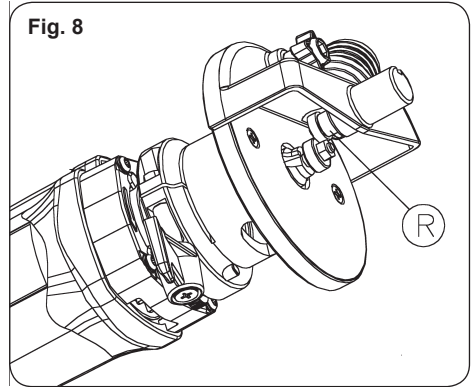

Fig. 8
5. El pivote freno R (Fig. 8) debe situarse sobre el lado frontal (no en el contorno) del rodamiento de la fresa.
La toma de aspiración lleva incorporado un pivote freno R (Fig. 8) con muelle cuya misión es frenar el aro exterior del rodamiento, evitando que gire solidariamente con la fresa y de esta forma pueda dañar la superficie del panel al colocar la fresadora en posición de trabajo.
5. The brake pivot R (Fig. 8) must be placed on the front (not the edge) of the bit bearing.